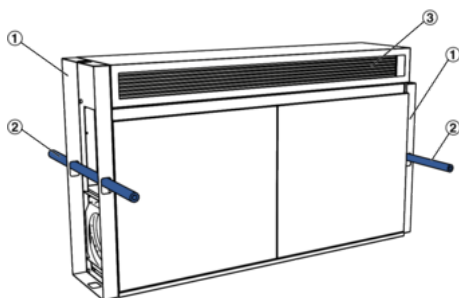

Abb. 5: Transport mit Tragehilfen
1. ▶ Vor der Montage das Gerätbauteil 1 (Abb. 5/1) an den Montageort transportieren, hierzu kann das Gerät an den Transporthilfen (Abb. 5/1) transportiert werden. Beispielsweise mit Rundschlingen für den Staplertransport. Alternativ können Rohre (Abb. 5/2) (bauseits) in die Transporthilfen eingeschoben werden, mit denen das Gerät angehoben werden kann.
Die Zuluftgitter (Abb. 5/3) und Abeckleisten liegen verpackt in einem der Gerätebauteile. Diese entnehmen und für die spätere Montage lagern.